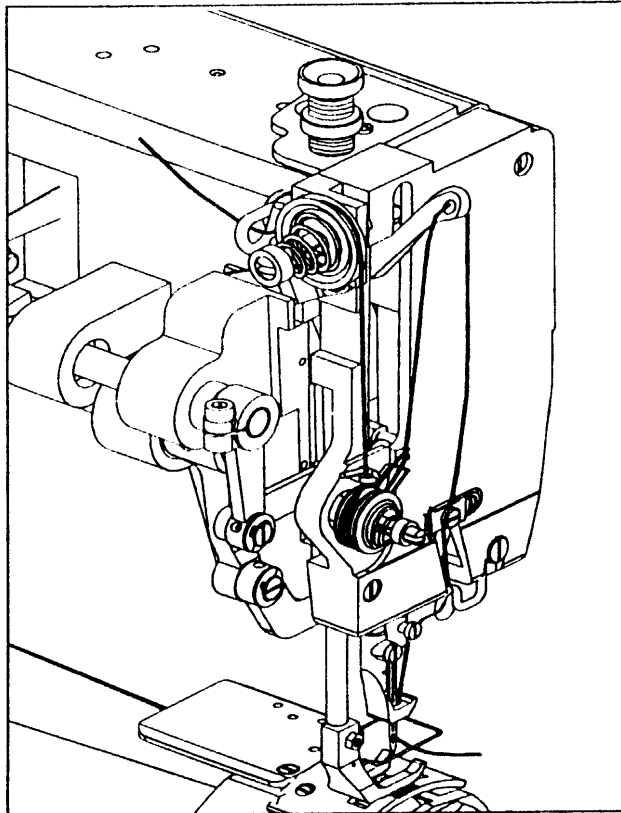

Fig.4
| 7. ENFILAGE (Fig. 4) | 6 |
7. ENFILAGE (Fig. 4)